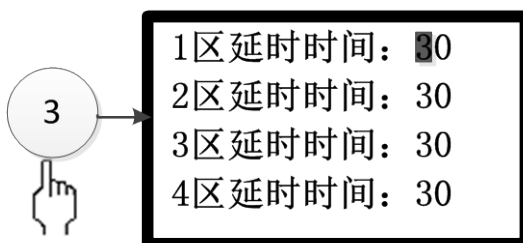

图 3-30
按下数字 3 键或光标移至③后按确认键，可进入启动延时设置界面(如图 3-30 所示)。按上下方向键选择分区，按数字键输入延时时间，按“F1”键保存设置，按取消键返回上级菜单。